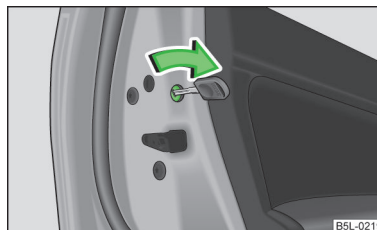

Fig. 10
- Ruotare con la chiave la fessura nella porta posteriore nel senso della freccia » fig. 10.